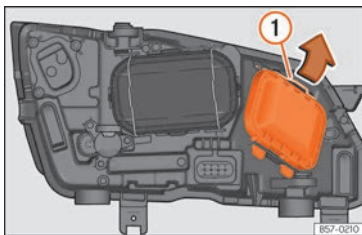

Fig. 110 Nel vano motore: estrarre il coperchio.
2. Far scorrere il tirante »» fig. 110 ① nel senso della freccia e sfilare la chiusura.